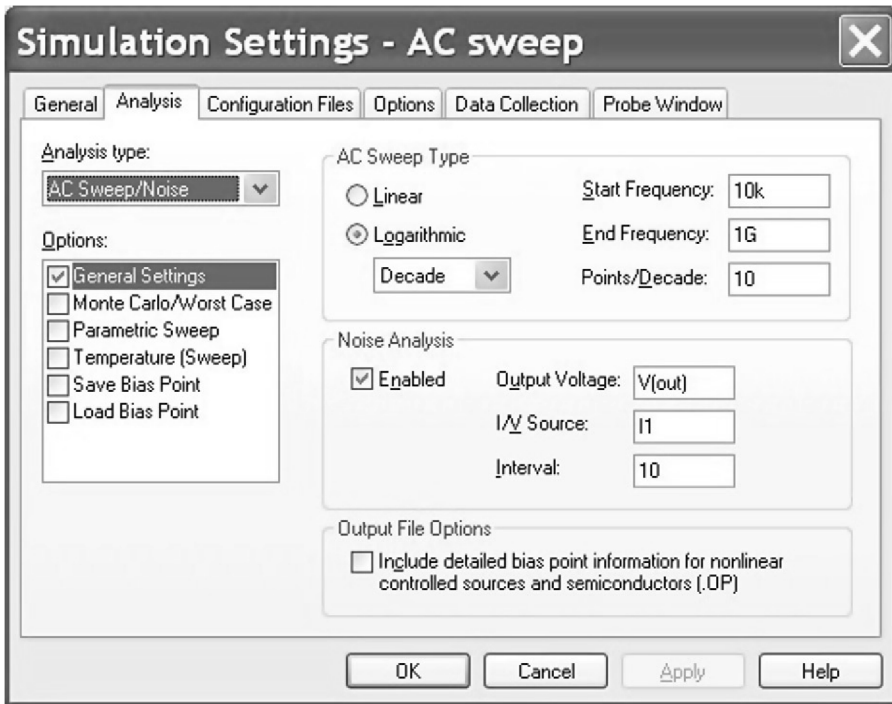

图 14.3 交流分析和噪声分析设置
2. 建立 PSpice 仿真设置文件，对电路进行交流扫描分析，起始频率为 10kHz，截止频率为 1GHz，对数扫描方式，每 10 倍频 10 个频率点。如图 14.3 所示，选择 **Noise Analysis** 噪声分析，输出变量定义为  $V(out)$ ，输入源设置为 I1。